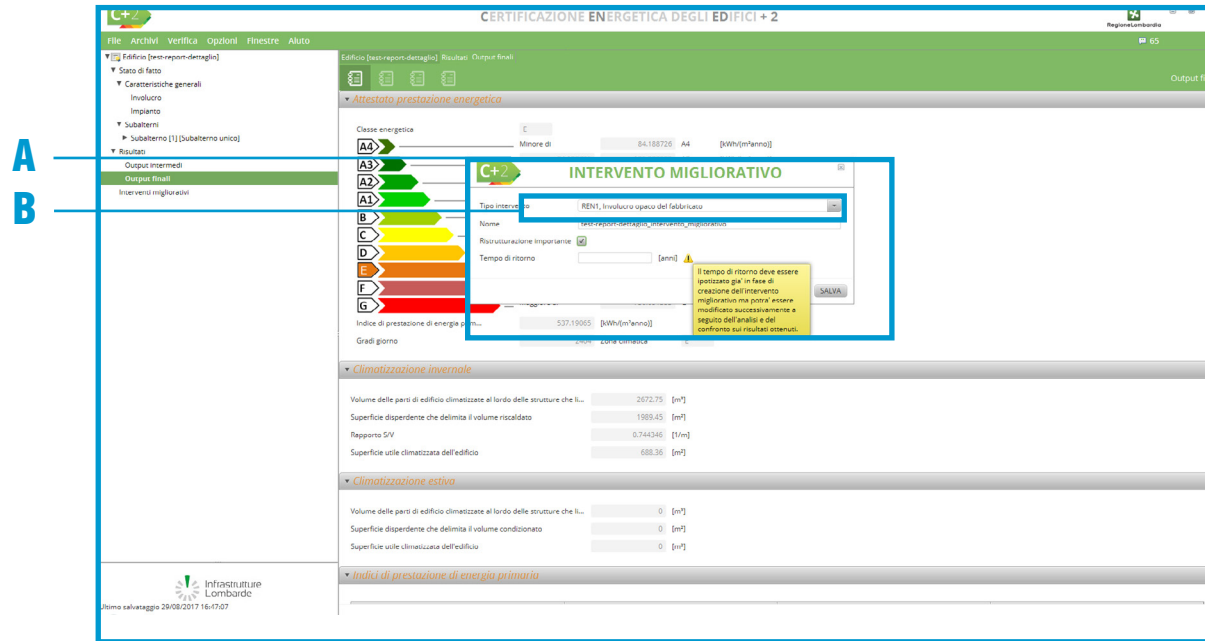

Figura F.6_Schermata di compilazione del modulo “Intervento migliorativo”
1. All’apertura della finestra “Intervento migliorativo” (Figura F.6 |A|) è necessario: